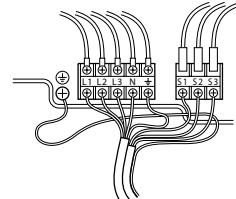

Fig. 6-2
### 6.1. Udendørs enhed (Fig. 6-1, Fig. 6-2)
① Afmonter servicepanelet.
② Før kablerne som angivet i Fig. 6-1 og Fig. 6-2.